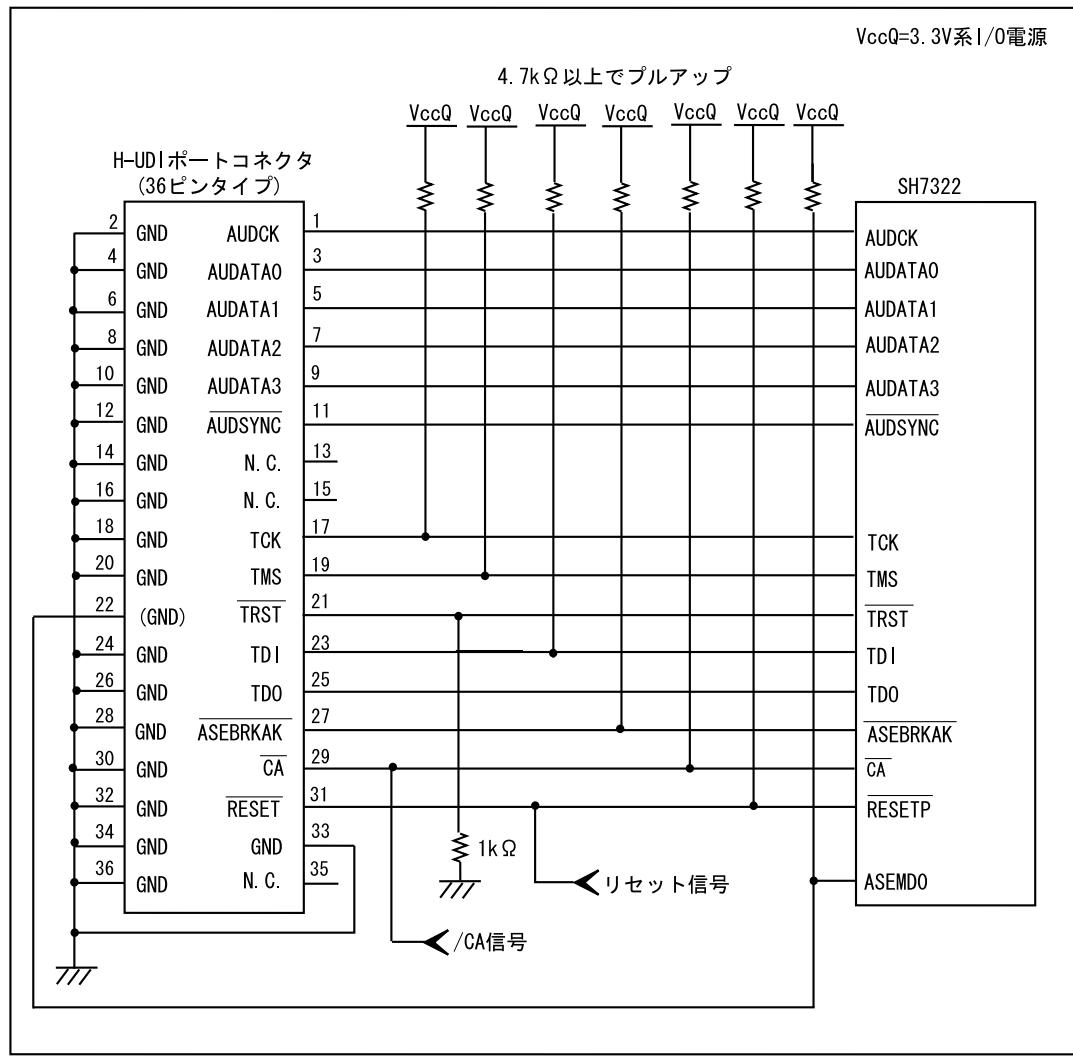

図 1.4 E10A-USB 使用時の H-UDI ポートコネクタ - チップ間の接続例
E10A-USB エミュレータ使用時の H-UDI+AUD ポートコネクタ(36 ピンタイプ)とチップ間の推奨接続例を図 1.3、UVCC 未接続時の接続例を図 1.4 に示します。
9. E10A-USB エミュレータのスイッチ(SW2=0, SW3=0 側)を切り替えることにより 29pin を/CA 端子として使用することができます。本設定では、UVCC 端子にユーザ電源を供給できませんので、ユーザインターフェースの I/O 電圧は 3.3V 固定となります。このとき、15pin は N.C.(オープン)としてください。(図 1.4 参照)
- 図 1.4 接続例で回路を組んだ場合の E10A-USB エミュレータのスイッチ設定 : SW2=0, SW3=0 スイッチ設定の詳細は、「SuperH™ファミリ用 E10A-USB エミュレータユーザーズマニュアル バッガ編 3.8 章 DIP スイッチの設定」を参照してください。